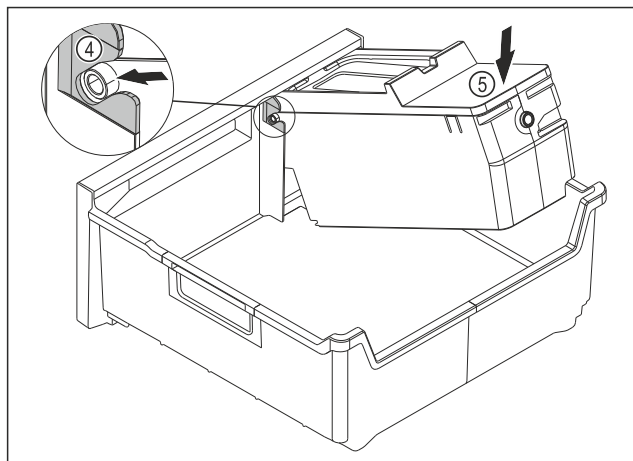

Fig. 80
- ▶ Montering af EasyTwist-Ice-legemet: Skub EasyTwist-Ice-legemets akser ind i føringerne Fig. 80 (4).
- ▶ Tryk EasyTwist-Ice-legemet Fig. 80 (5) ned bagtil.